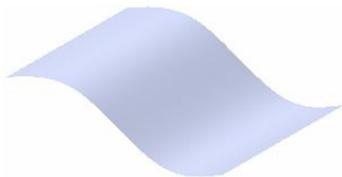
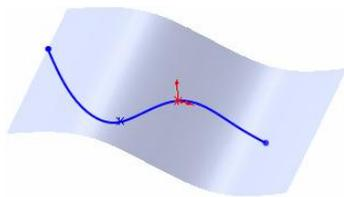

图 1.3.7 曲面
图 1.3.8 曲面上的样条曲线
Step3. 绘制曲面上的样条曲线。此时系统进入 3D 草图模式，光标呈铅笔状，在图 1.3.7 所示的曲面上单击绘制一系列型值点，待最后一型值点绘制完成后，按 Esc 键结束绘制，完成绘制的曲面上的样条曲线如图 1.3.8 所示。